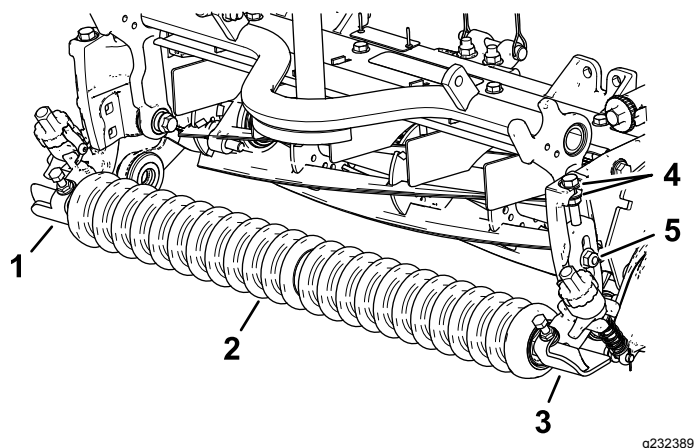

Figure 11
1. Fixez légèrement les supports de hauteur de coupe gauche et droit ainsi que le rouleau avant sur les plaques latérales de l'unité de coupe à l'aide des boulons de carrosserie retirés précédemment (Figure 11).